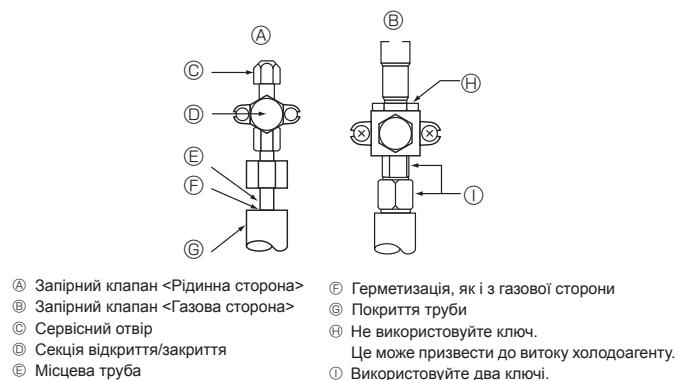

Fig. 4-5
4.4. Метод випробування герметичності трубок холодаагенту (Fig. 4-5)